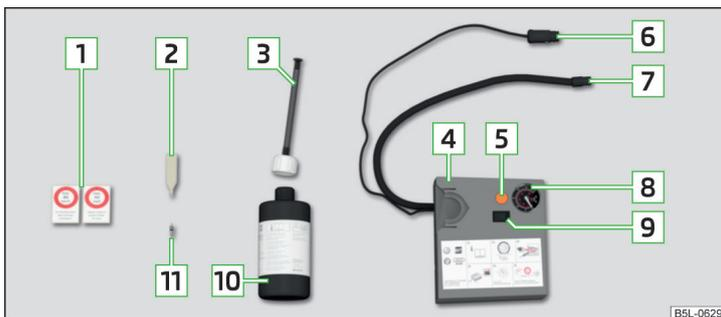

Fig. 187 Descrição do kit de reparação de pneus
- Colocar a chave de núcleo de válvula **2** » Fig. 187 na página 162 no núcleo de válvula, de modo a que o núcleo de válvula entra na ranhura da chave de núcleo de válvula.
- Agitar bem algumas vezes a garrafa **10** » Fig. 187 na página 162.
- Apertar a mangueira de enchimento dos pneus [7] » Fig. 187 na página 162 na válvula do pneu.
- Cole o autocolante [1] » Fig. 187 na página 162 no painel de bordo dentro do campo de visão do condutor.